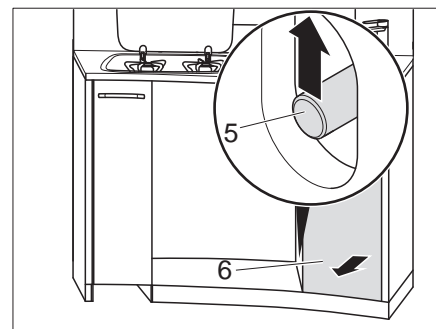

Bild 94 Hohe Küchenschublade entriegeln
- Durch die Öffnung greifen und Schubstange (Bild 94,5) nach oben schieben.